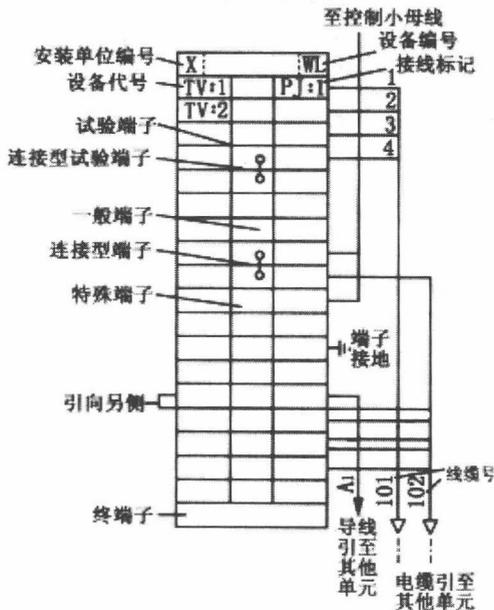

图 1-5 端子接线图
(2) 互连接线图。它是表示成套装置或设备不同单元之间连接关系的一种接线图。
(3) 端子接线图。它是表示成套装置或设备的端子，以及接在端子上外部接线（必要时包括内部接线）的一种接线图，如图 1-5 所示。
(4) 电线电缆配置图。它是表示电线电缆两端位置，必要时还包括电线电缆功能、特性和路径等信息的一种接线图。